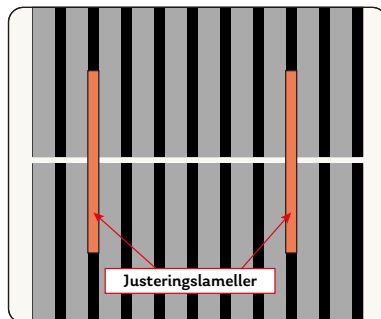

Bild 10.
- Justeringen av panelernas ändar underlättas genom att använda några 20 mm breda lameller som hjälp mellan lamellavstånden (se bild 10).
- To align the ends of the panels accurately, it can be helpful to use a few 20 mm-wide laths placed between the lath gaps (see figure 10).